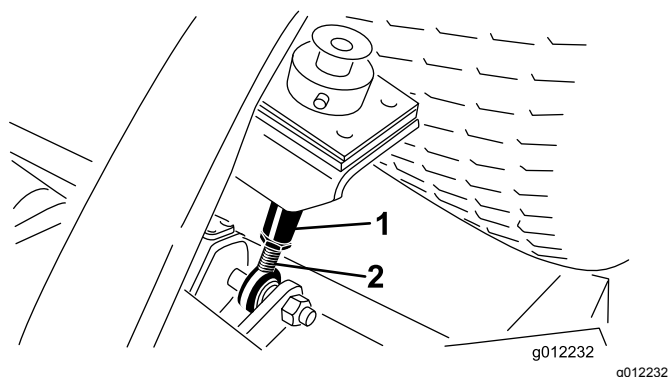

Figura 12
8. Allentate i controdadi sulla parte inferiore delle aste dell'altezza di taglio (Figura 12).